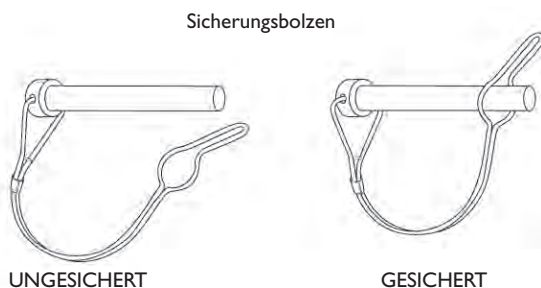

Abbildung 5
- Fixieren Sie die Bolzen, indem Sie die Sicherungsklammern drehen und über die Bolzenenden spannen (s. Abbildung 5).
- Fixieren Sie beide vorderen Bolzen, indem Sie deren Sicherungsklammern drehen und über die Bolzenenden spannen (s. Abbildung 5).
9. Arretieren Sie die Bolzen, indem Sie jeweils die Sicherungsklammer drehen und auf der Unterseite der Deichselaufnahmen über die Bolzenenden spannen (s. Abbildung 5).